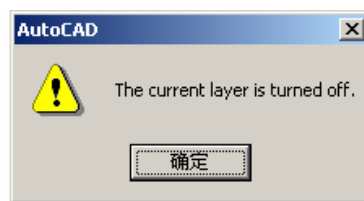

图 7-16 确定是否关闭当前层
- 2) ON (打开图层) 用户可以通过该选项控制按钮来控制是否打开某个图层。若在列表框中某个图层对应的小灯泡的颜色为黄色则表示该图层打开；若小灯泡的颜色是灰色，则表示该图层关闭。若关闭当前层，则会出现如图 7-16 所示的要求用户确定是否关闭当前层对话框。